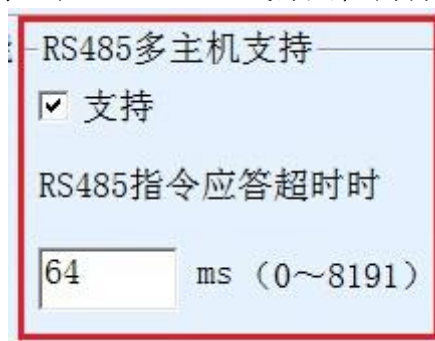
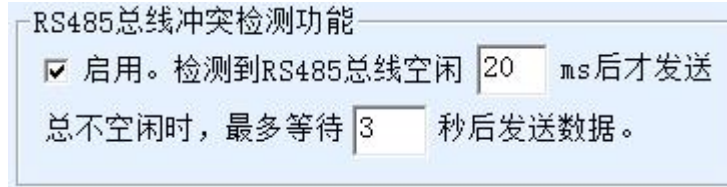

图 49 RS485 多主机支持
图 50 RS485 防冲突空闲时间
1. 图 50 所示为“RS485 总线防冲突时间”，一般可以设置为参数配置界面右下角的“数据包间隔”的两倍，但是最小不能小于 20。
2. 图 49 所示为“RS485 指令应答超时时间”，一般根据来回应答的指令长度决定，如果发送指令为 N 字节，应答为 M 字节，那么建议设置的值为：“数据包间隔” $\times$  (N+M+5) +100。
此时需要注意的是需要将图 50 所示为“RS485 总线防冲突时间”和图 49 所示为“RS485 指令应答超时时间”的两个勾去掉。否则无法实现上述转发功能。